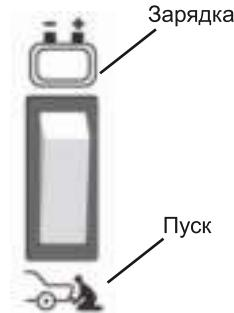

Рис. 2
- 3) Установите переключатель «зарядка/пуск» в положение «зарядка» (рис. 2)
Для пуска установить переключатель «зарядка/пуск» в положение «пуск» (рис. 2). При этом клемму с зажимом следует установить на напряжение (12 или 24 В), соответствующее напряжению питания запускаемого транспортного средства.